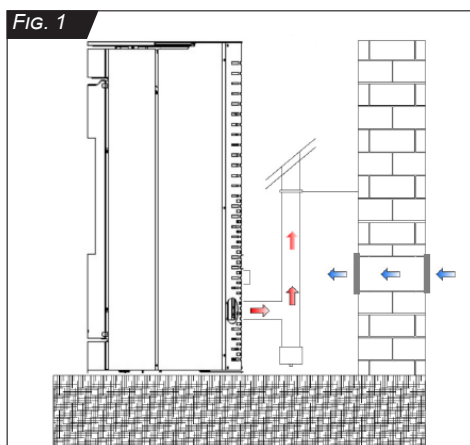

Fig. 1
Dans la FIG. 1 sont indiquées les distances de sécurité par rapport aux matériaux inflammables valables pour tous les types d'installation proposés :
Éviter autant que possible d'installer des sections de conduit de cheminée à l'horizontale ou non supérieures à 2 m de projection horizontale et avec une déclivité minimum non inférieure à 5%. La partie horizontale ne doit pas être reliée directement à la sortie du ventilateur fumées mais après la première partie verticale (6) de FIG. 1.
Pour les appareils où il faut atteindre des évacuations au plafond ou au mur non coaxiales par rapport à la sortie des fumées de l'appareil, les changements de direction doivent être réalisés en utilisant des coudes d'un angle non inférieur à 45° ou avec un coude de direction ne dépassant pas 90° de la verticale (voir FIG. 1).